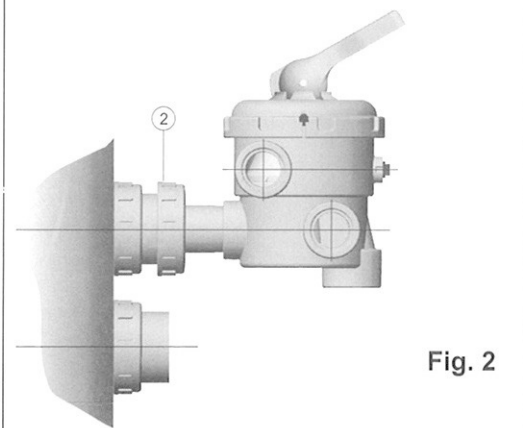

Fig. 2
2. Réunir la vanne avec la sortie supérieure du filtre en visant l'écrou (2) de façon à ce que la vanne puisse tourner autour de l'axe de l'écrou (figure 2). S'assurer que le joint torique (4) est bien dans son emplacement avant de serrer l'écrou (2).
2. Das Ventil mit der Mutter (2) auf den oberen Filteranschluss leicht aufschrauben, so dass das Ventil auf der Achse der Mutter verdreht werden kann, s. Abb. 2. Sicherstellen, dass der O-Ring (4) im Dichtungssitz anliegt, bevor die Mutter (2) festgezogen wird.
1. Roscar o colarinho (1) directamente na válvula selectora e na boca marcada com TOP colocando a junta plana de fundo (3) e intercalando a porca (2) de acordo com a figura (1). Apertar bem o colarinho (1) para garantir uma perfeita estanqueidade.
2. Unir a válvula à saída superior do filtro, roscando suavemente a porca (2), de forma a que a válvula possa girar sobre o eixo de porca, de acordo com a fig. 2. Certifique-se de ter colocado a junta tórica (4) no seu lugar, antes de apertar a porca (2).